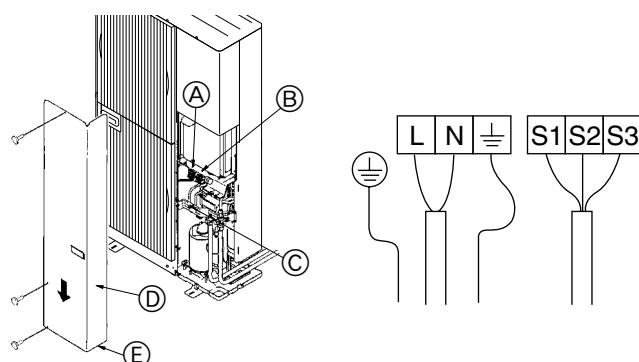

Fig. 7-1
7.1. Dış ünite (Fig. 7-1)
- ① Servis panelini söküün.
- ② Kabloları Fig. 7-1 uyarınca bağlayın.